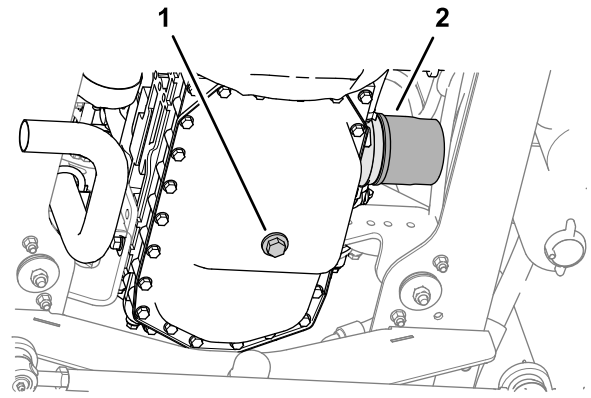

Figura 55
1. Retire el tapón de vaciado y deje fluir el aceite a un recipiente apropiado (Figura 55).